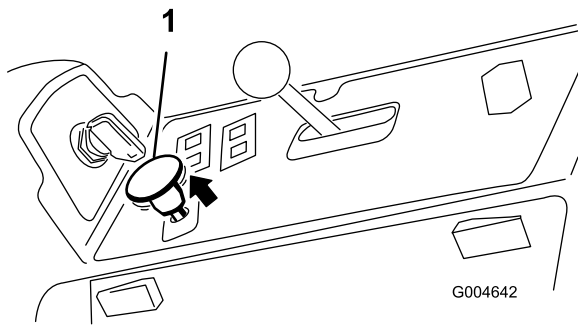

図 22
3. PTO スイッチを引くと PTO が作動を開始する(図 22)。